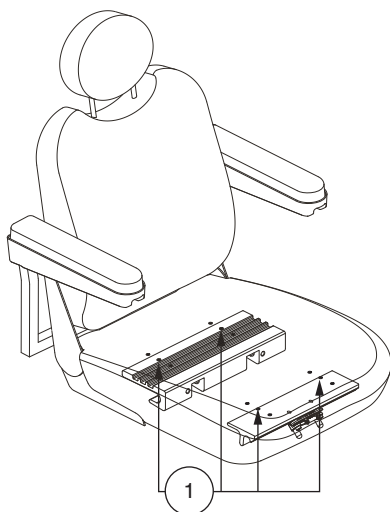

Figura 11. Regolazione della posizione del sedile
6. Riposizionare le estrusioni su una serie diversa di fori di montaggio. È necessario spostare entrambe le estrusioni dello stesso numero di fori in avanti o all'indietro. **Vedere la figura 11.**